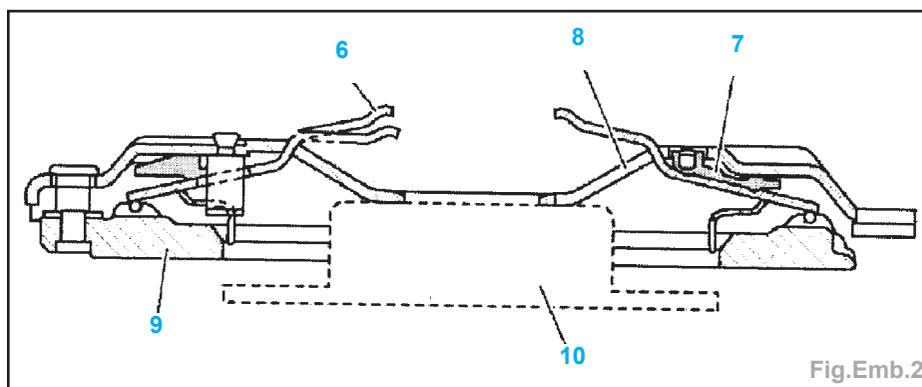

Fig.Emb.2
- Poser la butée (8) du plateau de pression sur l'appui (10) (Fig.Emb.2).